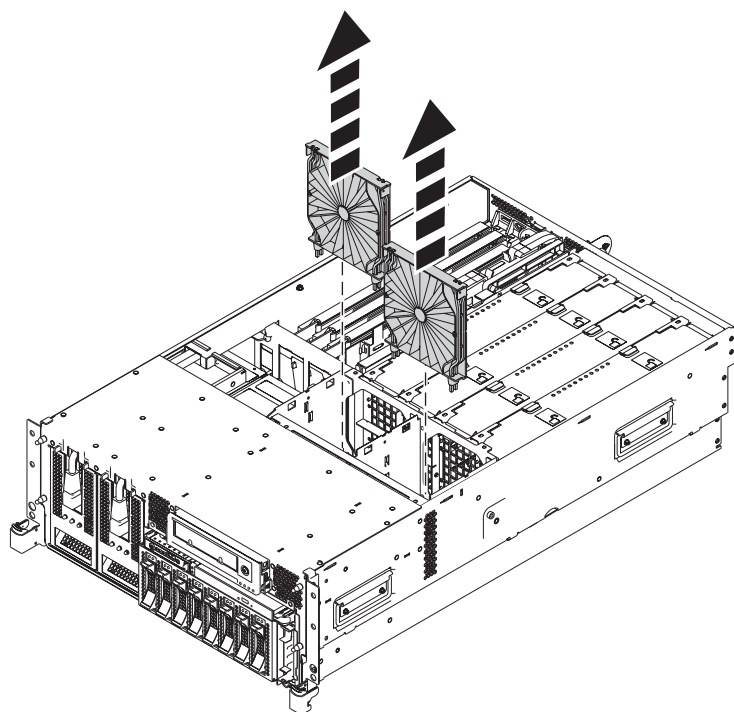

Figura 3. Extracció dels deflectors d'aire del dipòsit de ventilació
b. Per extreure els deflectors, traieu-los del dipòsit tal com es mostra a la Figura 3.